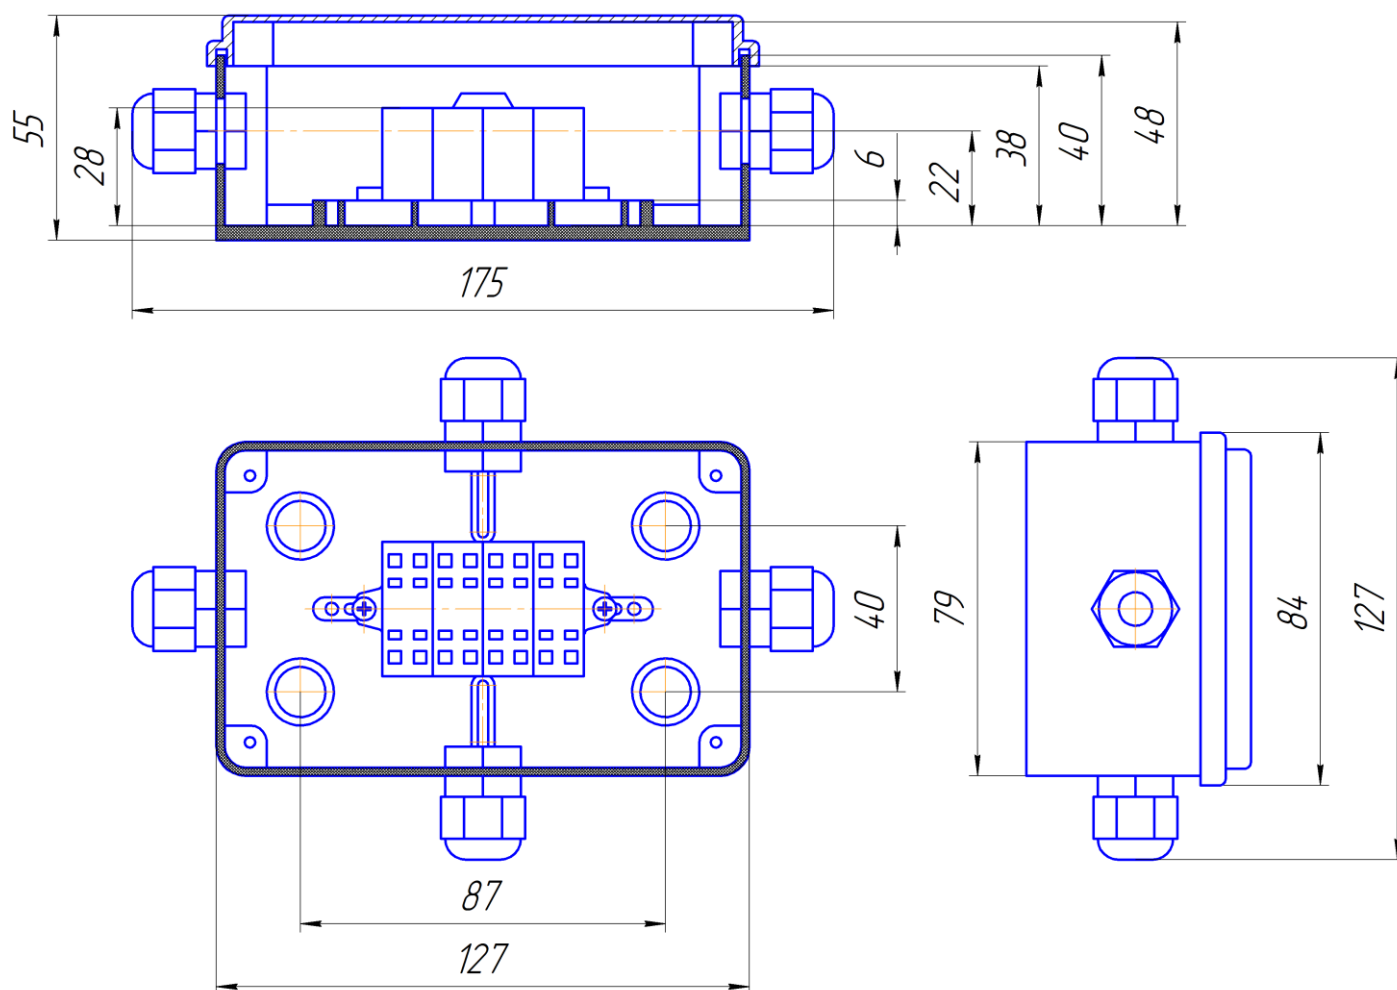

Рис. 1 – Габаритные размеры коробки
Габаритные размеры коробки указаны на рис. 1.
- разметить место крепления коробки к рабочей поверхности, рис. 1;